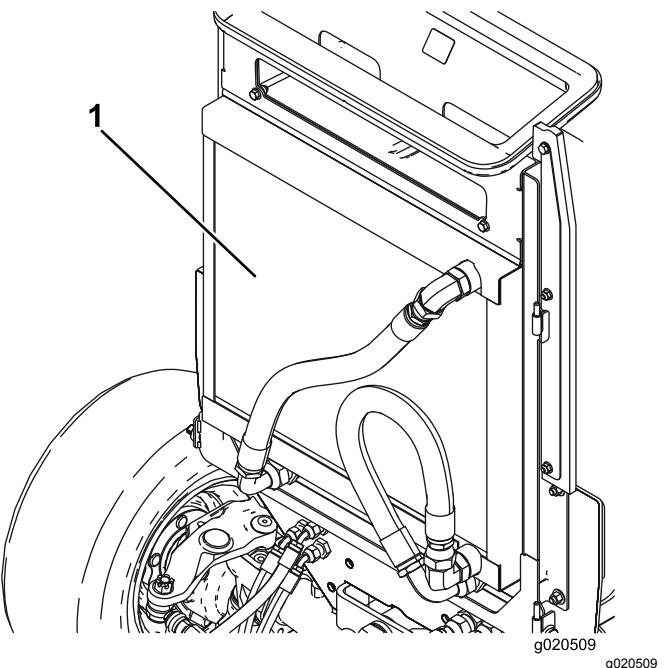

Figura 65
3. Pulite accuratamente entrambi i lati del refrigeratore dell'olio e il radiatore con aria compressa (Figura 65).